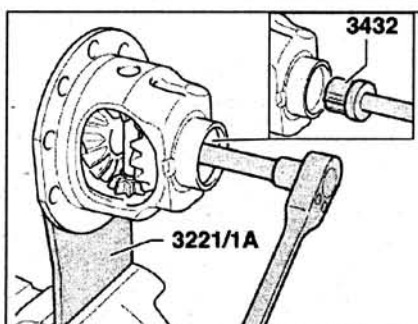

Рис. 4.97. Закрепите корпус дифференциала в тисках и пометьте положение оси сателлитов относительно корпуса.
3. Закрепите корпус дифференциала в тисках и пометьте положение оси сателлитов относительно корпуса (рис. 4.97).